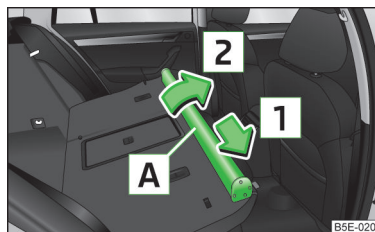

Fig. 103
- Poussez le boîtier du filet de séparation **A** dans le sens de la flèche **1** et sortez-le des logements du dossier des sièges arrière dans le sens de la flèche **2** » fig. 103.
- Poussez le boîtier du filet de séparation dans le sens contraire de la flèche **1** » fig. 103 jusqu'en butée.